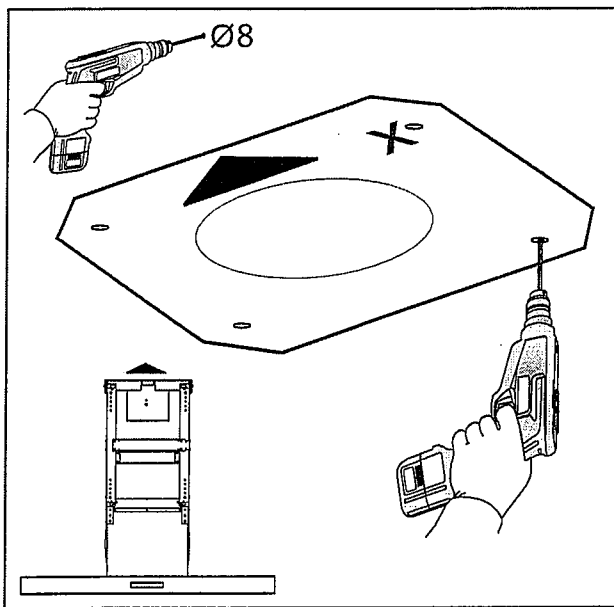

Fig.7
- Placer le gabarit de forage sur le plafond en faisant attention que la flèche soit positionnée du même côté que la commande de l'appareil (Fig.7).